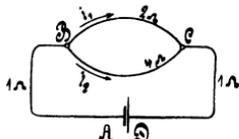

Fig. 12.
81. Ein Element, dessen elektromotorische Kraft 1,8 [1,43] (1,5) V und dessen innerer Widerstand $\frac{1}{6}$ [0,5] (0,06) Ω beträgt, wird geschlossen durch zwei Drähte AB und CD (Fig. 12) von je 1 [0,8] (1,5) Ω Widerstand und den beiden zwischen B und C liegenden Drähten von 2 [1,5] (3) Ω und 4 [3,5] (2) Ω Widerstand. Gesucht: